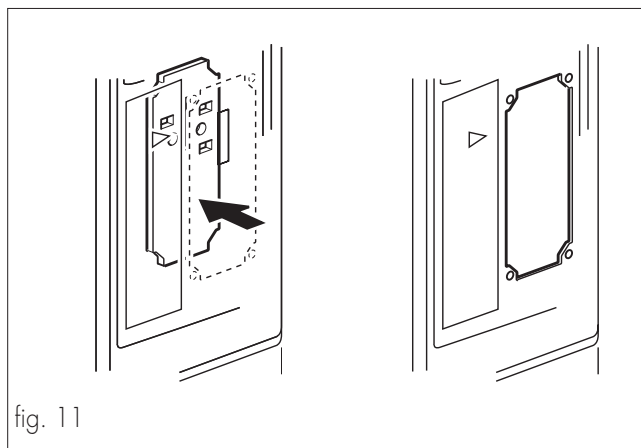

fig. 11
- Rimuovere il supporto accettatore gettone (fig. 11).
- Praticare il foro sul pannello tastiera (fig. 11).